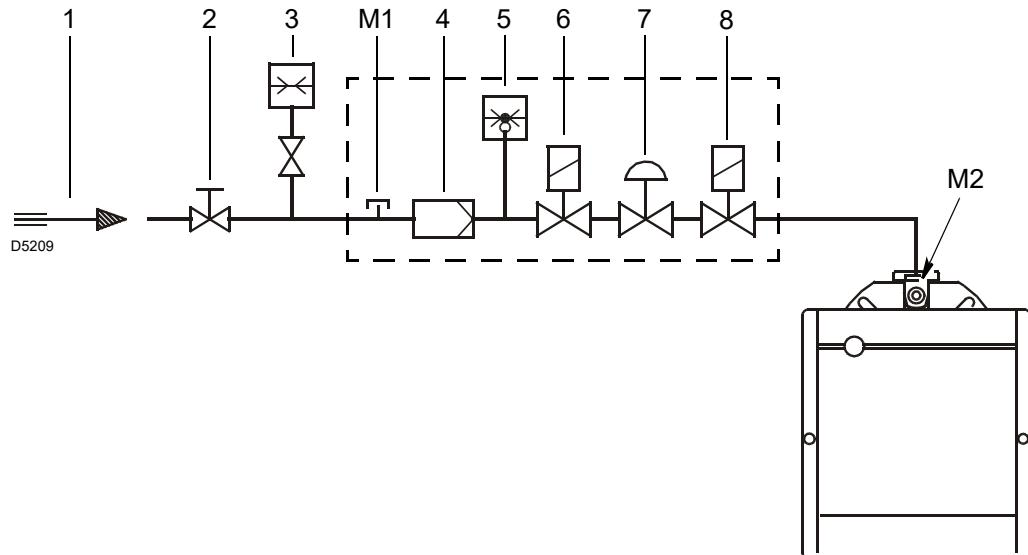

Fig. 14
Legenda (Fig. 14)
Per conoscere invece la pressione del gas necessaria alla presa M2)(Fig. 14), fissata la potenza massima di modulazione alla quale si desidera funzioni il bruciatore:
- Leggere sulla destra, colonna 1, la pressione alla presa M2)(Fig. 14).
pressione necessaria alla presa M2)(Fig. 14).
Pressione del gas misurata alla presa M2)(Fig. 14), con:
- sottrarre dalla pressione del gas alla presa M2)(Fig. 14) la pressione in camera di combustione.
| Pressione del gas alla presa M2)(Fig. 14) | = | 12,2 mbar |